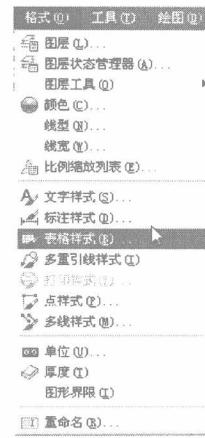

图 1-6 激活相对应对话框的菜单命令
这种类型的命令后面带有省略号。例如，单击菜单栏中的“格式”菜单，选择其下拉菜单中的“表格样式 (B)”命令，如图 1-6 所示。屏幕上就会打开对应的“表格样式”对话框，如图 1-7 所示。